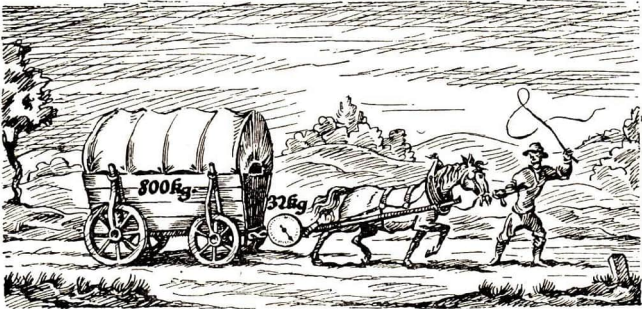

Abb. 66. Verwendung der Kraftmesser
Z. B.: 1. Ein 70 kg schwerer Mann besteigt einen 90 m hohen Turm. Arbeit = 70 kg · 90 m = 6300 mkg. — 2. Ein Pferd zieht einen Wagen 1 km weit (Abb. 66). Ein zwischen Pferd und Wagen eingeschaltetes Dynamometer zeigt auf 32 kg Zug. Arbeit = 32 kg · 1000 m = 32000 mkg.
In Abb. 66 wiegt die Last 800 kg, die aufzuwendende Kraft ist nur 32 kg. Da 1% von 800 kg nur 8 kg sind, so ist die aufzuwendende Kraft hier 4% von der Last.
**Beispiel:** Das Pferd in Abb. 66 ziehe den Wagen in 18 Minuten (das sind  $18 \cdot 60 = 1080$  Sekunden) 1 km weit. Dann ist seine sekundlich geleistete Arbeit = Kraft  $\times$  Weg:  $1080 = 32 \text{ kg} \times 1000 \text{ m} : 1080 = 30 \text{ mkg/sek} = \frac{30}{75}$  PS. (Merke: Ein Pferd leistet meist keine ganze PS.)